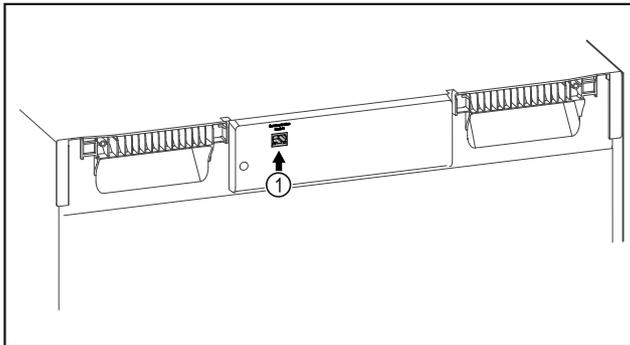

Fig. 72
- SmartModule Fig. 72 (1) ist eingesetzt.